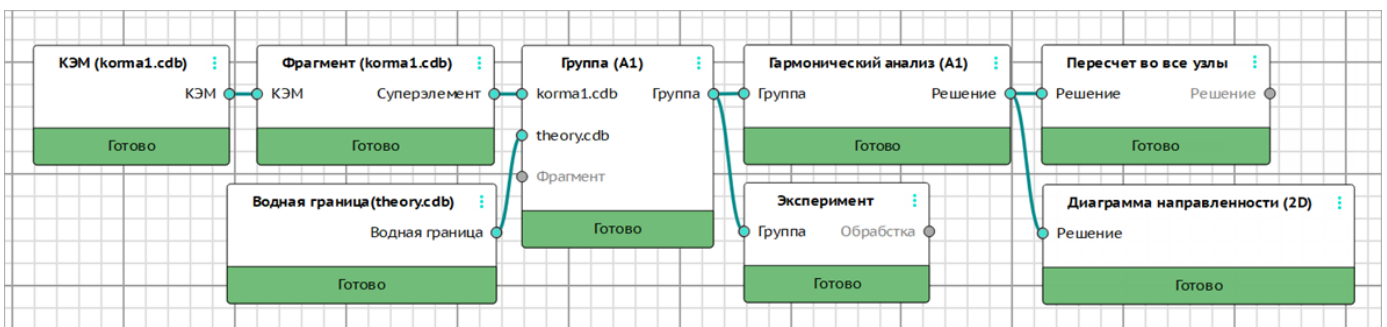

Рисунок 73 – Пример схемы обеспечения виброакустического расчета с помощью комбинации модулей ПО «САТЕС»
«Рабочая область» (4) на Рисунке 73 предназначена для формирования последовательности выполнения расчетных задач в виде горизонтальной схемы, состоящей из описанных ниже карточек модулей, соединенных линиями (связями) (Рисунок 73).